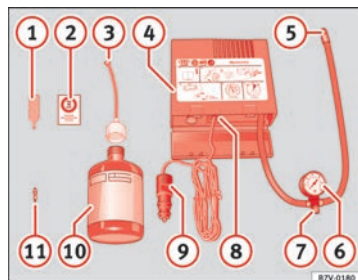

Fig. 135 Componentes del juego de reparación para neumáticos
- ② Etiqueta adhesiva con la indicación de la velocidad "máx. 80 km/h", o bien, "máx. 50 mph"
- ③ Tubo flexible de llenado con tapón de cierre
- ④ Compresor
- ⑤ Tubo flexible para inflar los neumáticos
- ⑥ Manómetro de inflado del neumático
- ⑦ Tornillo para hacer salir el aire
- ⑧ Interruptor
- ⑨ Conector de cable de 12 voltios ⇒ página 122
- ⑩ Botella con agente sellante
- ⑪ Válvula de repuesto
El extractor de válvulas ⑪ ⇒ fig. 135 tiene una ranura en el extremo inferior, con la que encaja en el vástago de la válvula. Sólo de este modo se puede desenroscar y enroscar nuevamente el vástago de la válvula del neumático. Esto es válido también para el vástago de la válvula de repuesto ⑪.
- Pegue la etiqueta adhesiva ② ⇒ fig. 135 ⇒ página 212 sobre el tablero de instrumentos en el campo visual del conductor.
- Con la ayuda del extractor de válvulas ① desenrosque el vástago de la válvula y colóquelo sobre una base limpia (trapo, papel, etc.)
- Agite la botella con agente sellante ⑩ ⇒ fig. 135 ⇒ página 212 fuertemente varias veces.
- Fije el tubo flexible de inflado ③ en la botella ⑩. La lámina en el cierre se perforará automáticamente.
- Retire el tapón de cierre del tubo flexible de inflado ③ e inserte el extremo abierto completamente en la válvula del neumático.
- Mantenga la botella ⑩ boca abajo y llene el neumático con todo el agente sellante de la botella de inflado de neumáticos.
- Enrosque nuevamente el vástago de la válvula en la válvula del neumático, utilizando el extractor de válvulas ①.
- Enrosque el tubo para inflar el neumático ⑤ ⇒ fig. 135 ⇒ página 212 fijamente en la válvula del neumático.
- Asegúrese de que el tornillo de purga ⑦ esté cerrado.
- Inserte el enchufe ⑨ en la toma de corriente de 12 voltios.
- Conecte el compresor de aire por medio del interruptor ⑧.
- Cuando no se pueda alcanzar una presión de aire de 2,0 – 2,5 bar, desenrosque el tubo flexible ⑤ de la válvula del neumático.
- Enrosque nuevamente el tubo flexible del compresor de aire ⑤ en la válvula del neumático y repita el proceso de inflado.